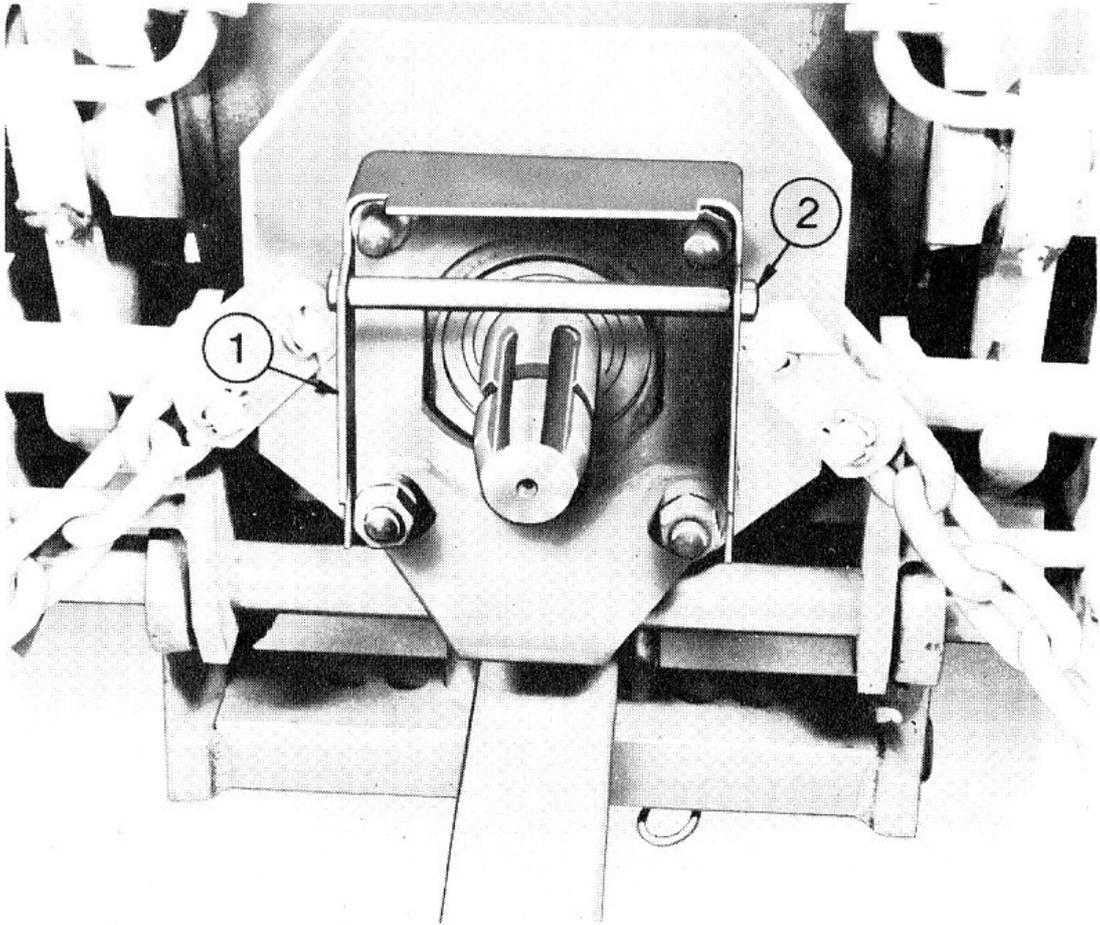

FIG. 13
POULIE (Figs. 13 et 14)
5. (Fig. 13). Monter le garant de prise de force (1) et serrer le boulon (2).